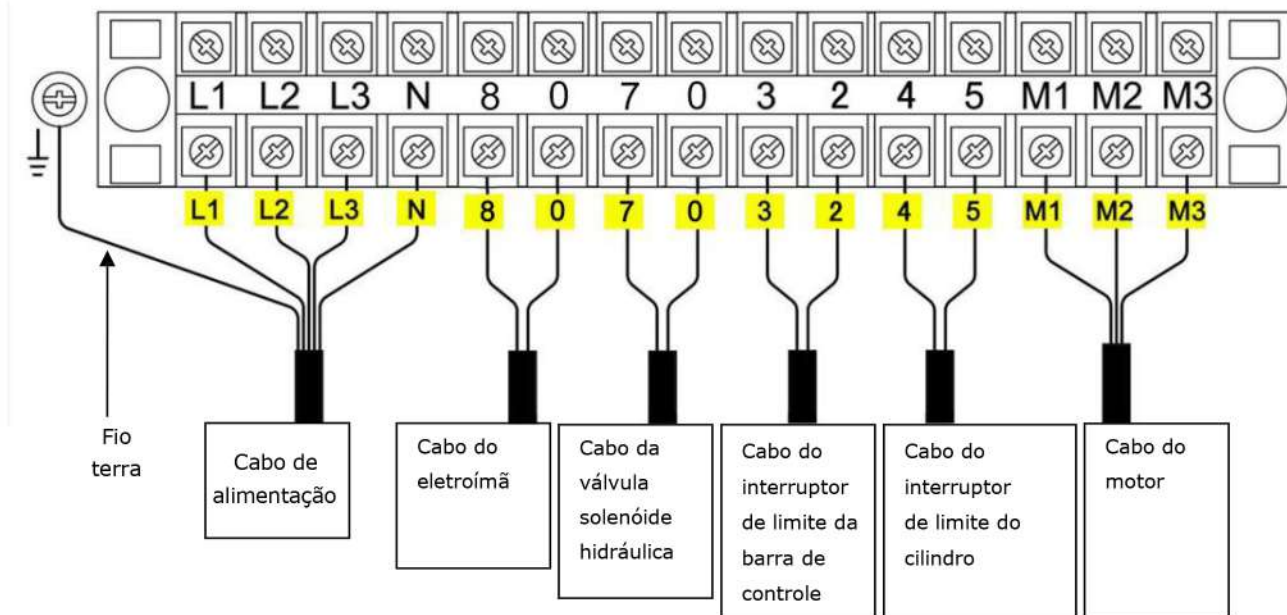

Fig. 32
2.1 Diagrama de conexão do cabo na caixa de controle (Ver Fig. 32)